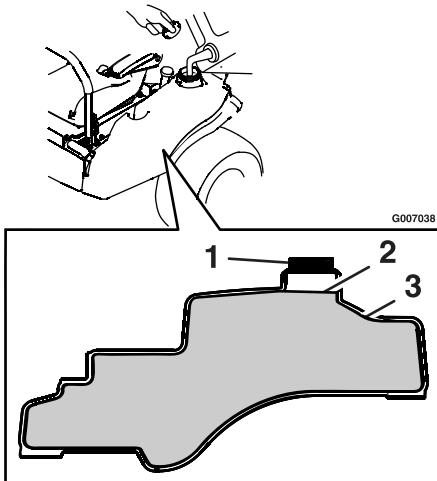

Bild 8
3. **Füllen Sie bleifreies Normalbenzin in den Tank, bis ein Stand unterhalb des Randes des Einfüllstutzens erreicht ist (Bild 8). Dieser Platz im Füllstutzen des Tanks ermöglicht eine Ausdehnung des Benzens. Füllen Sie den Kraftstofftank nicht ganz auf.**